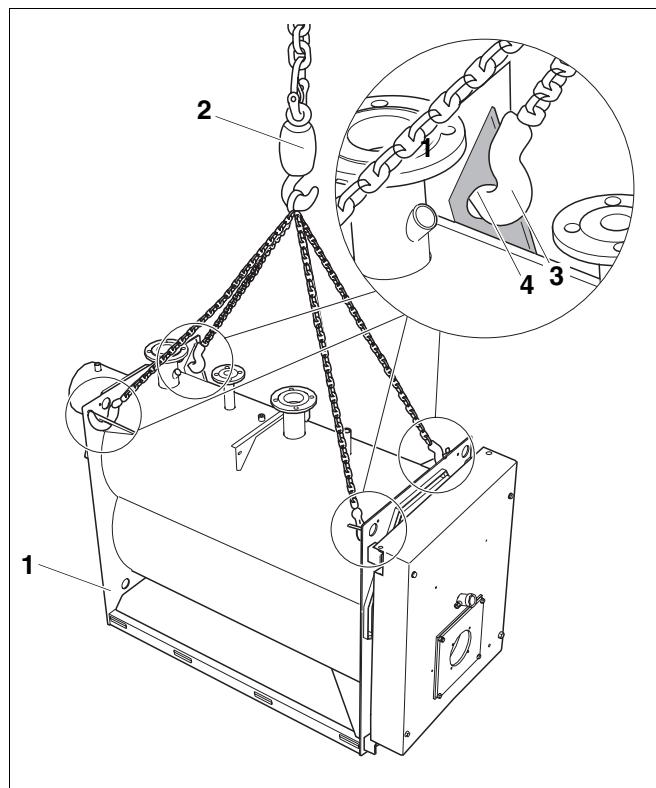

Рис. 4 Подъем корпуса котла краном
Корпус котла (рис. 4, поз. 1) можно поднимать и переносить с помощью крана.
- Крюки строп (рис. 4, поз. 3) вставить в отверстия на четырех косынках жесткости (рис. 4, поз. 4), расположенных на корпусе котла.
- Подвесить стропы на крюк крана (рис. 4, поз. 2).